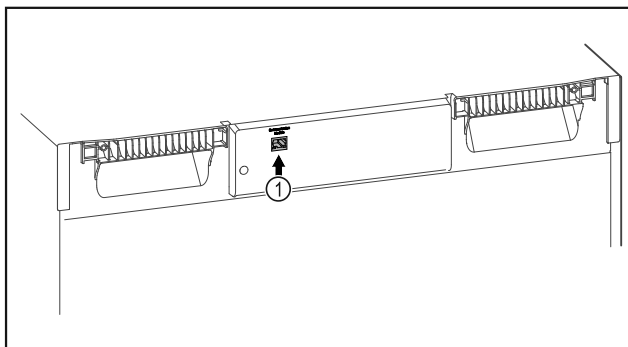

Fig. 145
- SmartModule Fig. 145 (1) è inserito.